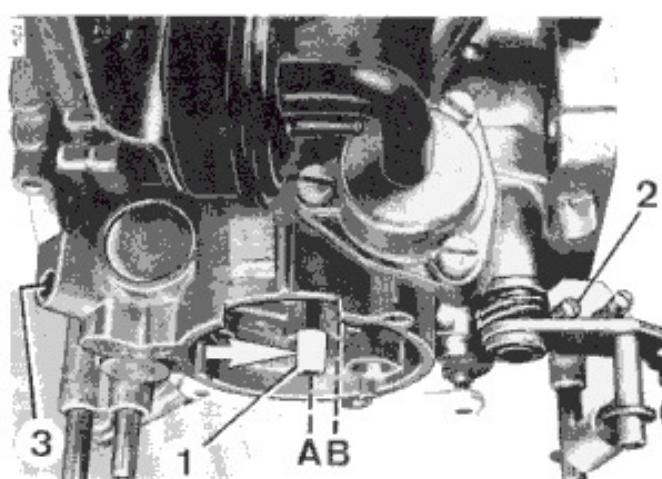

Рис. 3
## 2. ОБОРОТЫ ХОЛОДНОГО ПУСКА (Рис. 3)
- Открыть полностью дроссельную заслонку и нажать на рычаг (1) (Рис. 3) в положении прогрева (A) (см. стрелку).
- Рычаг (1) удерживать нажатым до окончания настройки.
Внимание: Биметаллическая пружина должна лежать слева от рычага(1) (Рис. 3).